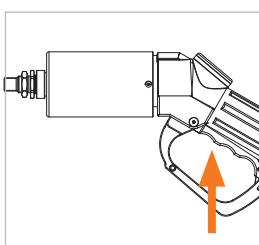

Figure 22
- ▶ Tournez le levier de commande (pos. 7) de la poignée (pos. 8) du nozzle de ravitaillement entièrement vers le haut en position ON (*Figure 22*) jusqu'à encliquetage clairement audible et jusqu'à ce que la bague verte soit visible (*Figure 13* en page 26).